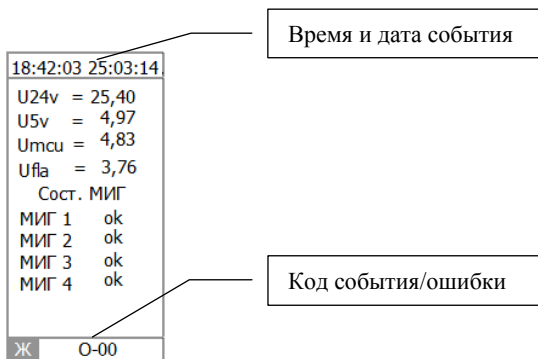

Рис. 29 Архивный слайд для события с кодом «О», «П» и «Р»
- Для событий с буквенными кодами «О», «П» и «Р» в поле события приводится список напряжений в критических узлах БКУ и состояния датчиков МИГ (рис. 29).